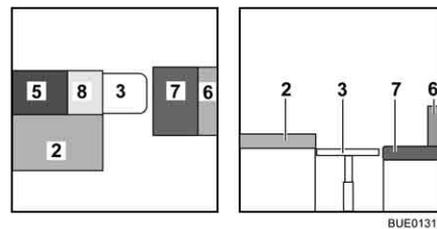

Fig. 137 Durante la transformación
- Colocar el cojín adicional (Fig. 137,8) en la mesa.
- Colocar el cojín del asiento (Fig. 137,7) en el centro.
- Colocar el cojín del respaldo (Fig. 137,6) entre el cojín del asiento y la pared.